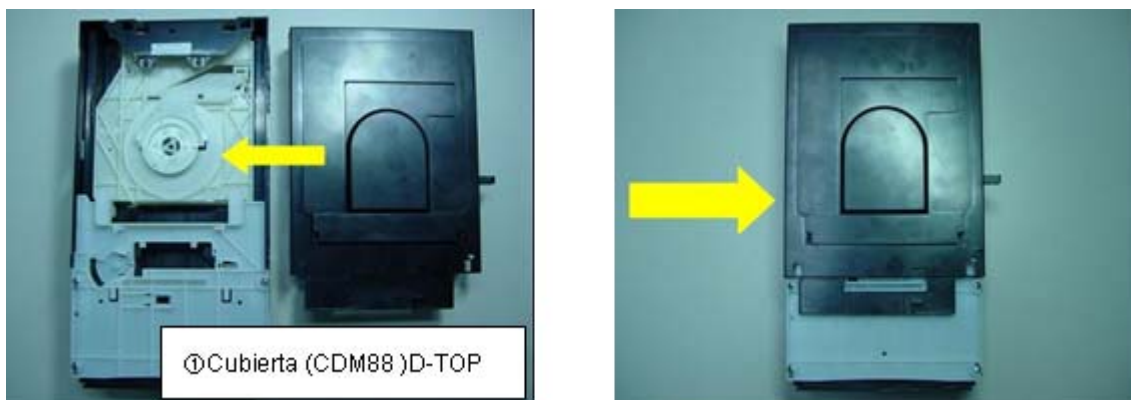

Fig. 2.1
1. Colocación de la cubierta superior de polvo (DUST COVER TOP) al mecanismo del CD. (Fig. 2.1)